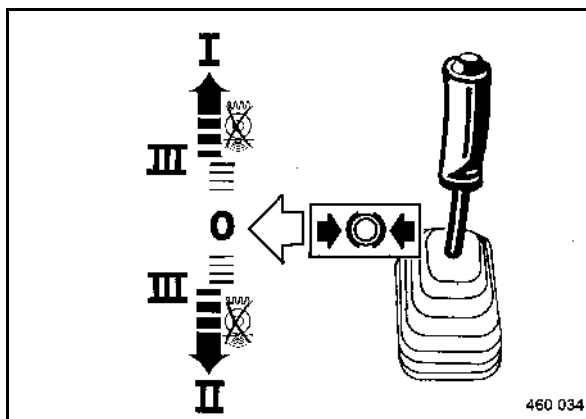

fig. 57
- Décranter le levier de commande de la marche (fig. 57) de la position de freinage puis le déplacer dans le sens de marche désiré.